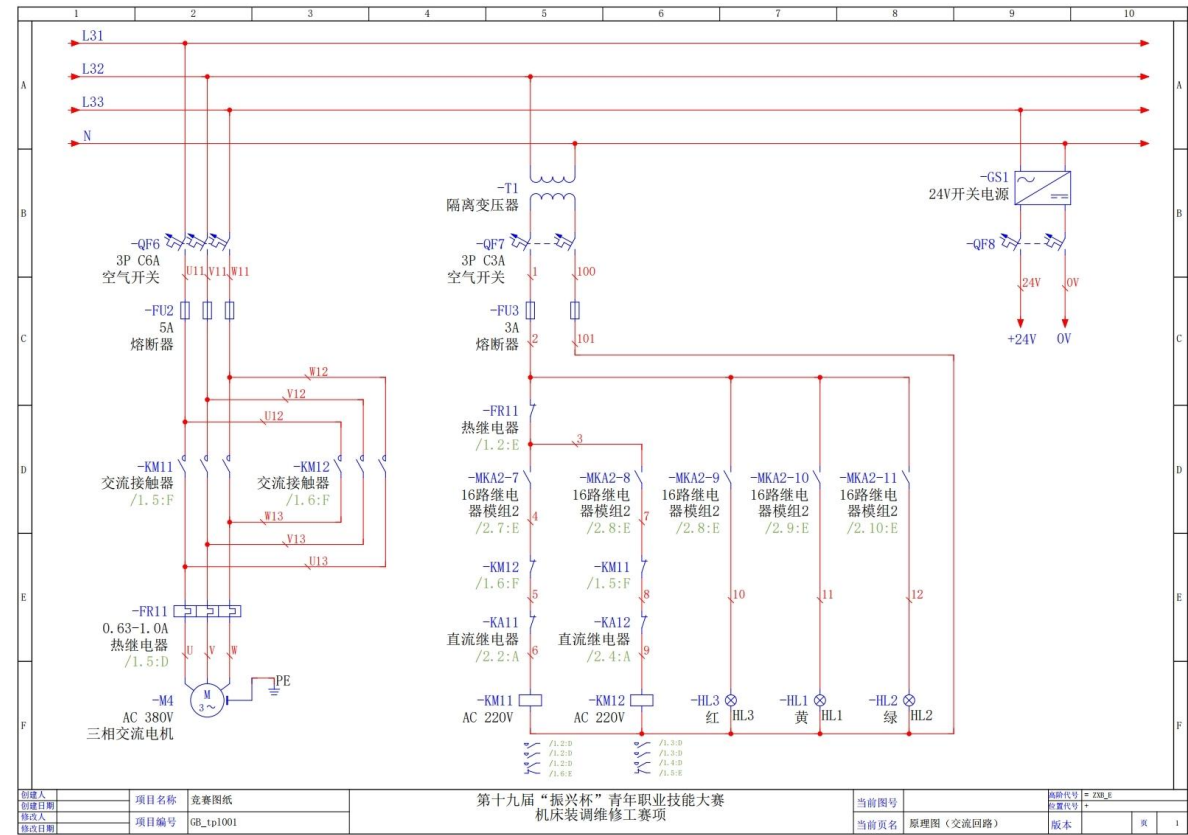
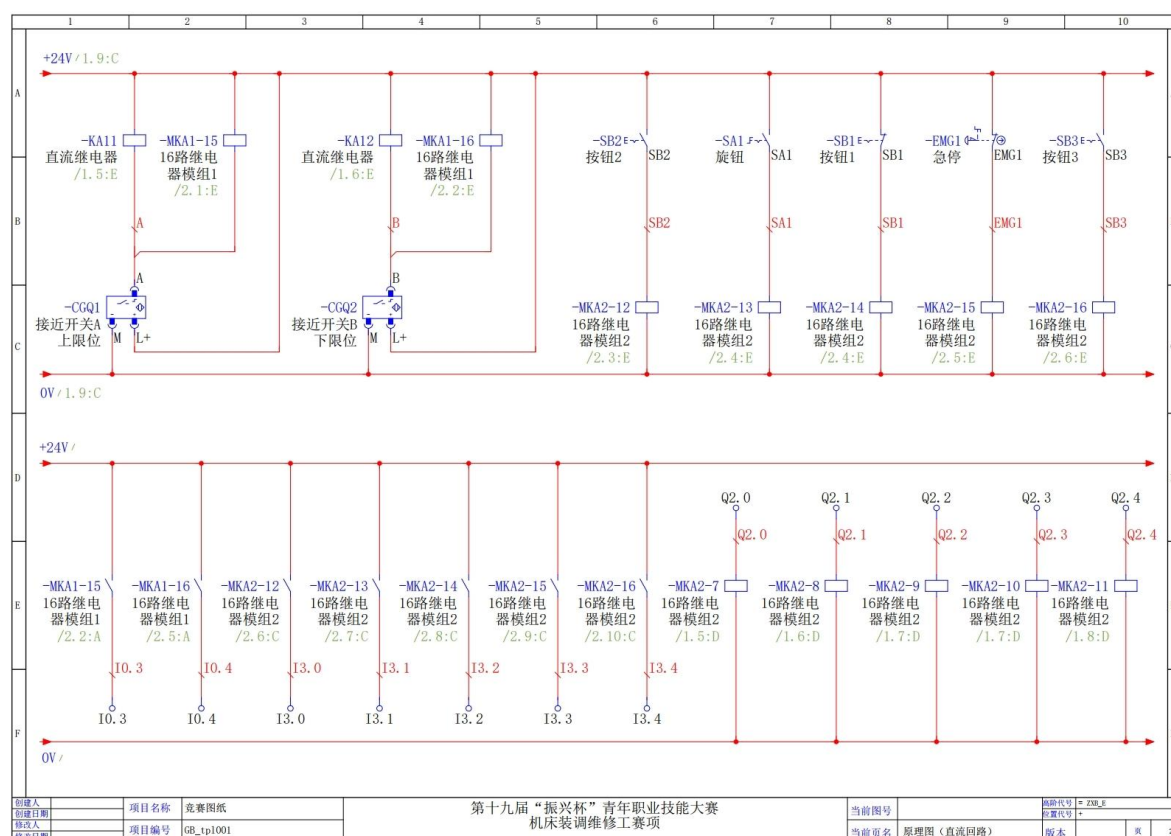

图 2 交流回路原理图 (详见原理图.PDF)
图 3 直流回路原理图（详见原理图.PDF）
1. 根据现场所提供的“图 2”交流回路原理图和“图 3”交流回路原理图，完善控制回路的安装。